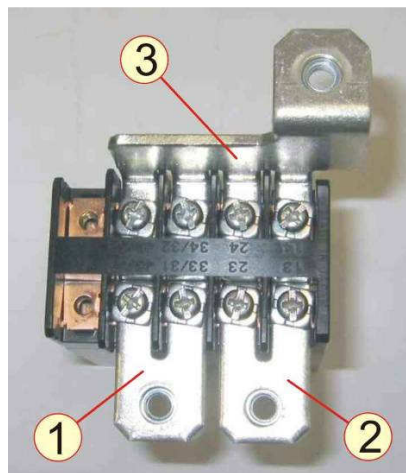

Рис.7.8
7.7.2 Закрепить шины 1, 2 и 3 на контактах реле, вкрутив контактные винты (рис.7.8).